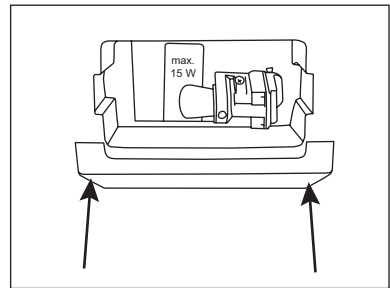

fig. 9
2. Demonteer het beschermkapje (fig. 9).